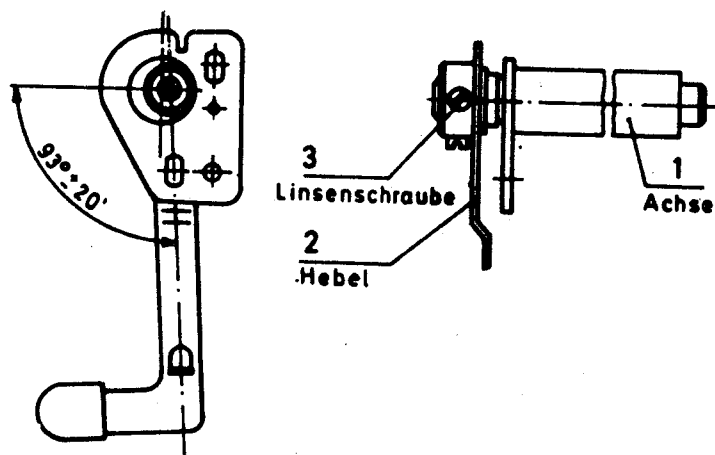

Abb. 6
4.1.7. Achse, kpl. 10-262-3513-3 (Abb. 6)